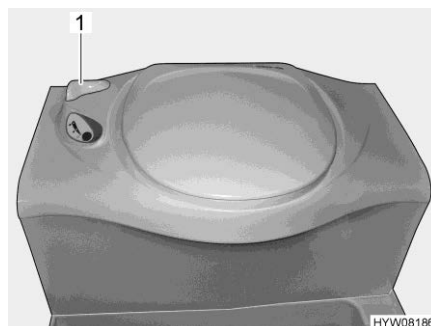

Bild 158 Thetford-Toilette
- Vor dem Spülen den Schieber der Thetford-Toilette öffnen. Dazu den Schieberhebel (Bild 158,1) entgegen dem Uhrzeigersinn drehen.
- Nach dem Spülen den Schieber schließen. Dazu den Schieberhebel (Bild 158,1) im Uhrzeigersinn drehen.